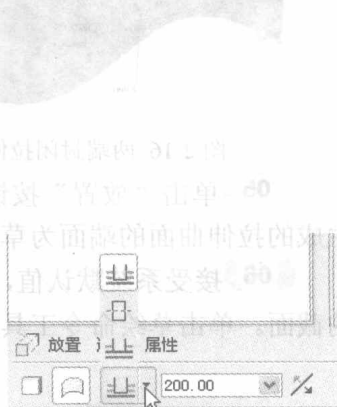

图 2-13 选择“对称拉伸”方式
- 02 单击拉伸曲面特征面板中的“深度”下拉按钮，在出现的深度选项中选择“对称拉伸”图标既可，如图 2-13 所示。